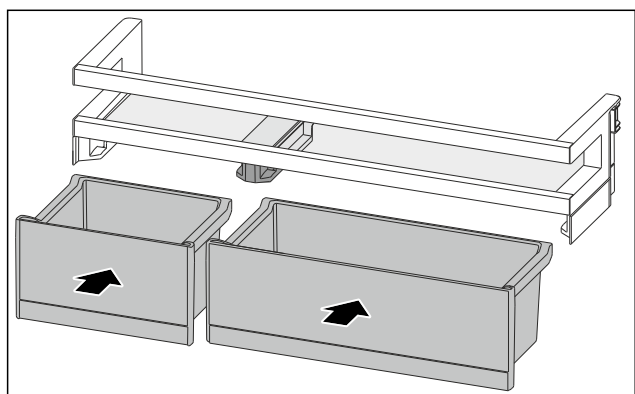

Fig. 86
- ▶ Indsæt VarioBox'erne i omvendt rækkefølge. (se Fig. 86)